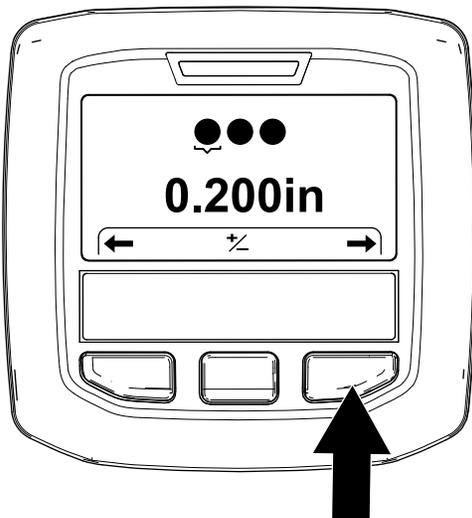

Bild 49
5. Drücken Sie die rechte InfoCenter-Taste, um den Bildschirm zum „Einstellen des Tines-Durchmessers“ anzuzeigen (Bild 49).